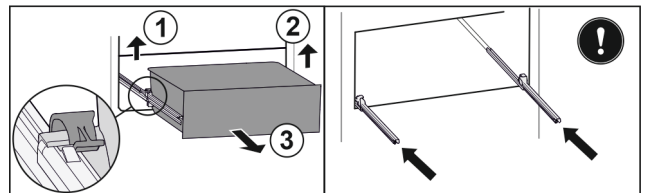

Fig. 96
- ▶ Podignite lijevu stezaljku i istovremeno izvucite ladicu lijevo prema naprijed. Fig. 96 (1)
- ▶ Podignite desnu stezaljku i istovremeno izvucite ladicu desno prema naprijed. Fig. 96 (2)
- ▶ Izvadite ladicu prema naprijed. Fig. 96 (3)